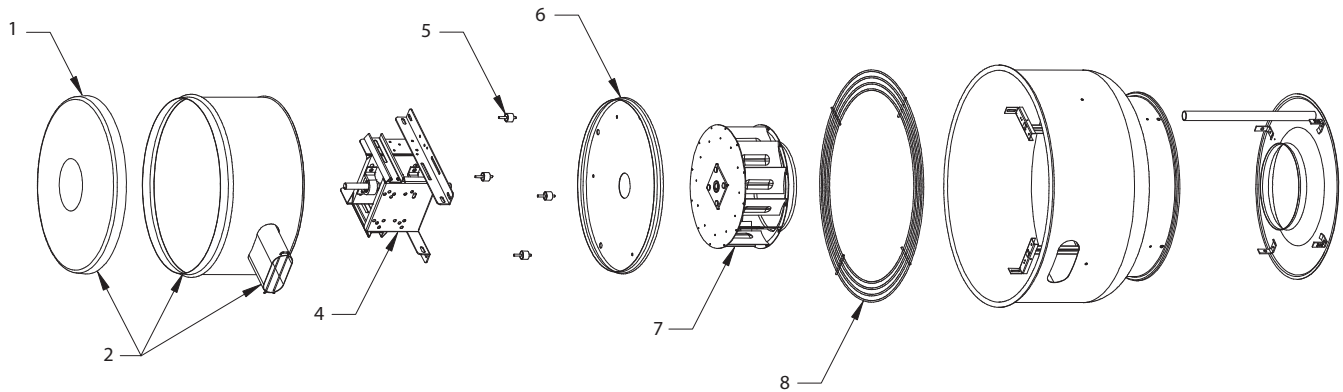

Figura 8 — Ilustración de Repuestos para Extractores Centrifugos de Transmisión por Correa de Tiro Hacia Arriba para Montaje en Pared
- Monte y conecte el interruptor de desconexión segura que se encuentra debajo de la cubierta del ventilador y conecte el motor según el diagrama de cableado de conexiones. Consulte la Figura 8 en la sección Conexión eléctrica. Conecte los interruptores de control a nivel del suelo.